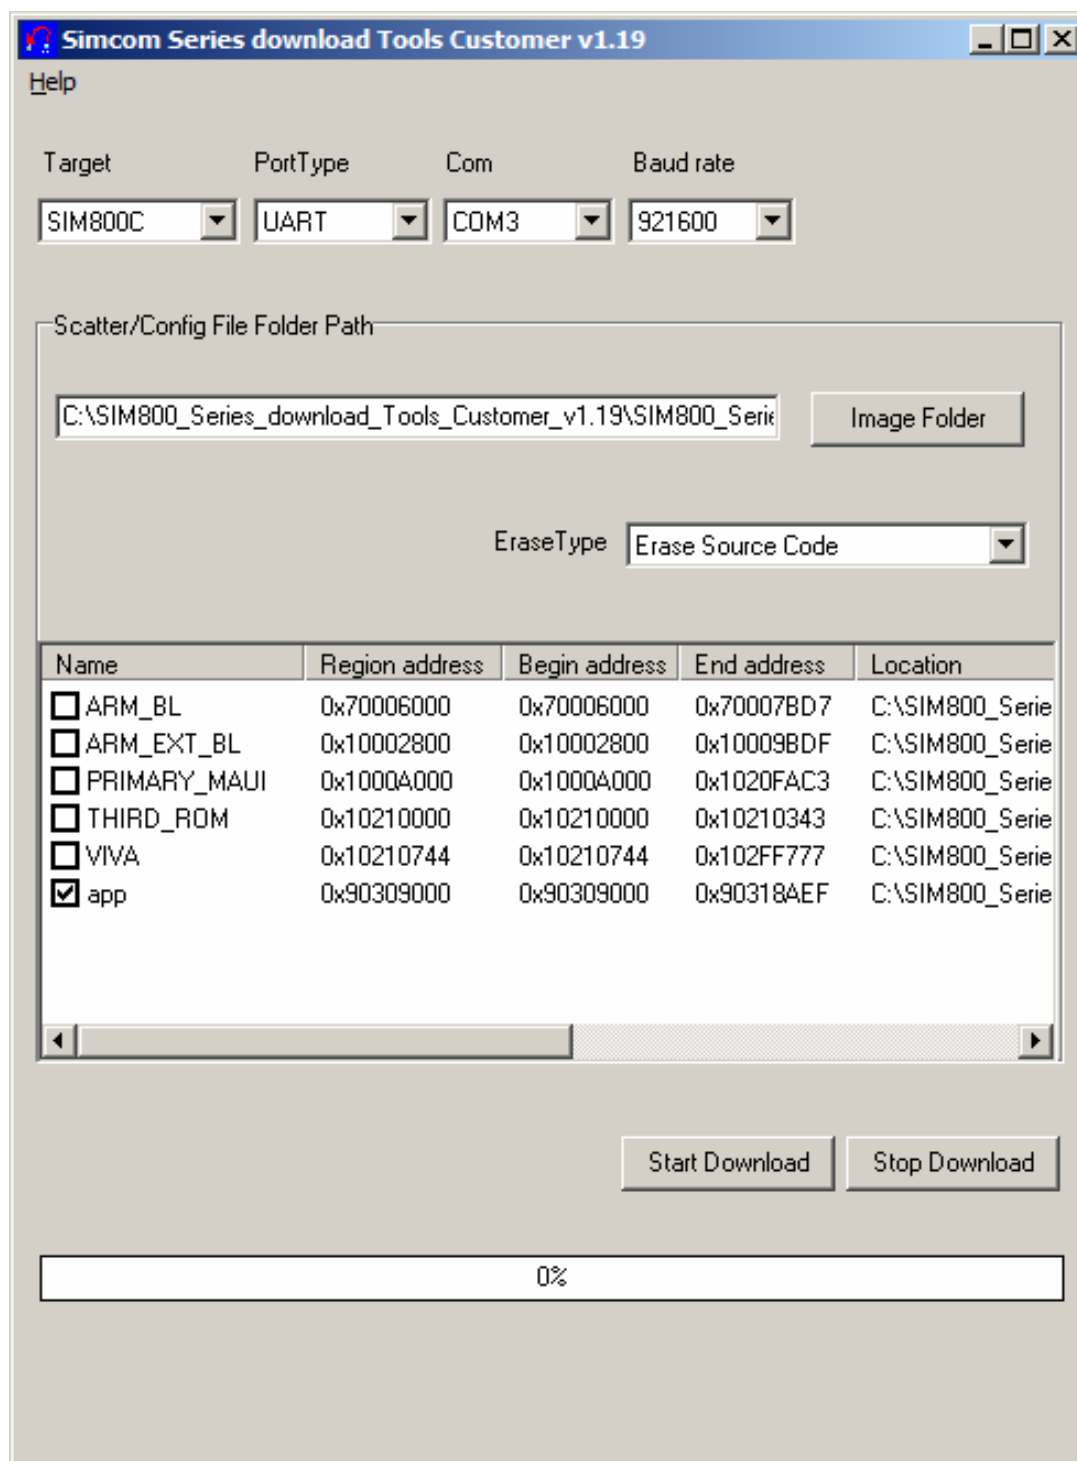

Рисунок 4. Окно программы «SIM800_Series_download_Tools_Customer_V1.19.exe».
6.3 Изменение прошивки УОО выполняется с помощью утилиты «SIM800_Series_download_Tools_Customer_V1.19.exe» (рисунок 4) и кабеля АИДВ.625.621.046-01. Программирование можно выполнить компьютера, на котором установлен драйвер FTDI.